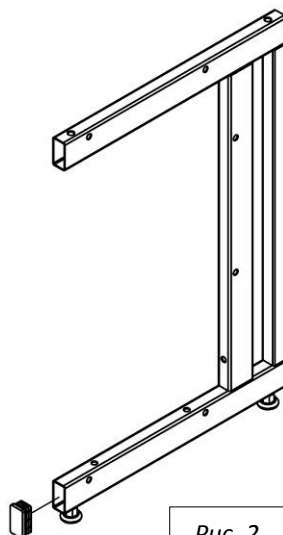

Рис. 2
2. Если под каркасом не предполагается установка высоких тумб, вставьте заглушки 60х30 в отверстие нижней части боковины (Рис. 2)